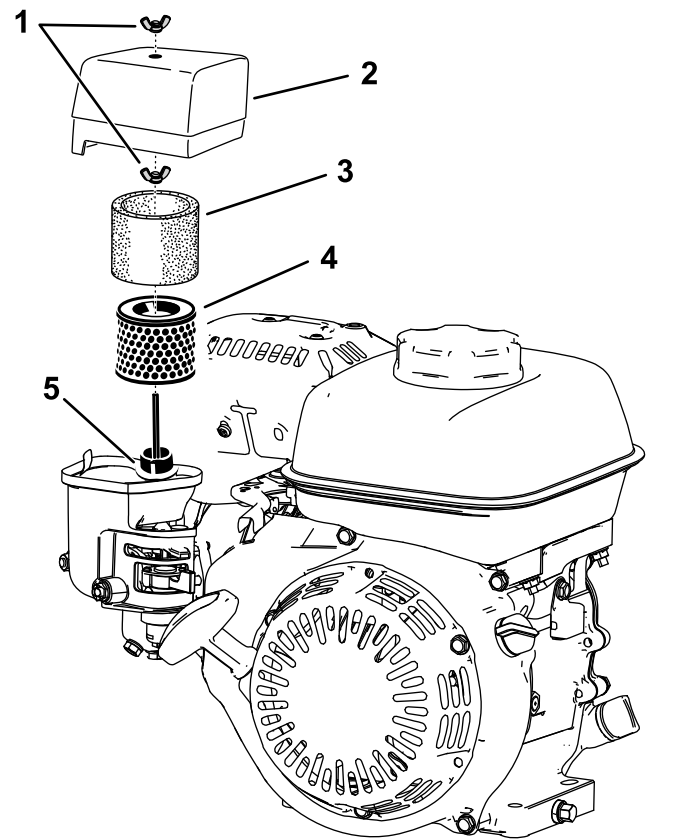

Figure 12
2. Retirez l'écrou à oreilles qui fixe le couvercle du filtre à air (Figure 12).